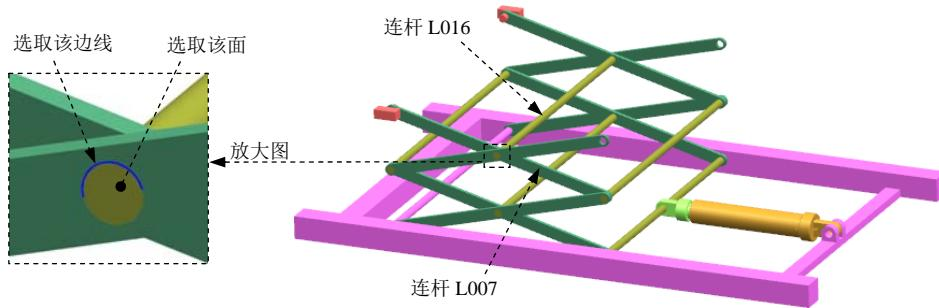

图 10.5.20 定义共线连接（二）
(1) 定义运动副类型。在“运动副”对话框 **定义** 选项卡的 **类型** 下拉列表中选择  **共线** 选项。
(2) 选择连杆。选取图 10.5.20 所示的连杆 L016。
(3) 定义原点及矢量。在“运动副”对话框的 **指定原点** 下拉列表中选取“圆弧中心” 选项, 在模型中选取图 10.5.20 所示的圆弧为定位原点参照; 选取图 10.5.20 所示的面作为矢量参考面。
(4) 添加啮合连杆。在“运动副”对话框的基本 区域中选中  **啮合连杆** 复选框, 单击 **选择连杆 (0)**, 选取图 10.5.20 所示的连杆 L006。
(5) 定义啮合连杆原点及矢量。在“运动副”对话框 **基本** 区域的 **指定原点** 下拉列表中选取“圆弧中心” 选项, 在模型中选取图 10.5.20 所示的圆弧为定位原点参照; 选取图 10.5.20